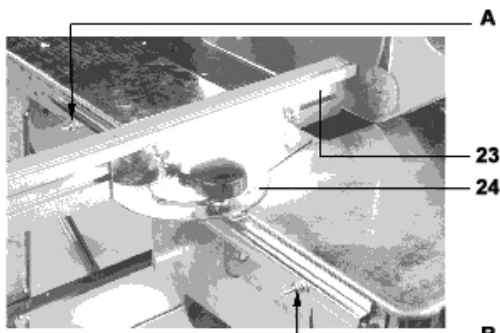

Abb. 18
- Schieben Sie den montierten Teil in die Führungsnute und montieren Sie ihn mit zwei M6x30 Halbrundkopfschrauben mit Vierkantschaft, zwei M6 Unterlegscheiben und zwei M6 Schraubenmutter auf die Position A und B. Drehen Sie abwechselnd die Schrauben, bis Teil 24 fest ist. Lösen Sie dann die Muttern, damit Teil 24 auf der Führungsnute frei bewegt werden kann (siehe Abb. 18).